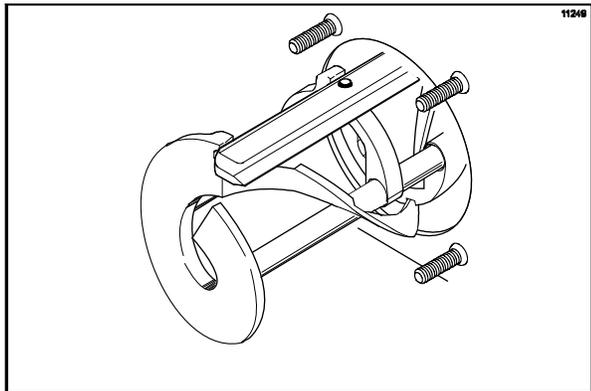

図132
5. リアブレードをはずれないように押さえながら、ビーターフレームを半分までシリンダーへ挿入します。フロントスクレーパーブレードをフロントホールディングピンにはめます(図132を参照)。